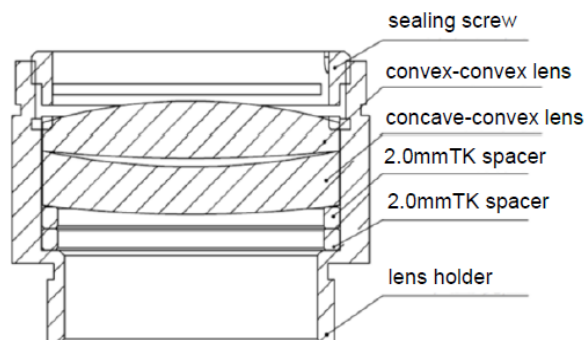

図4.4 D28mmコリメーションレンズホルダー
- 新しいコリメータを新しいコリメータホルダに取り付けます。図4.4に示すように、それらをモジュールCMにねじ込み、ねじを締めます。